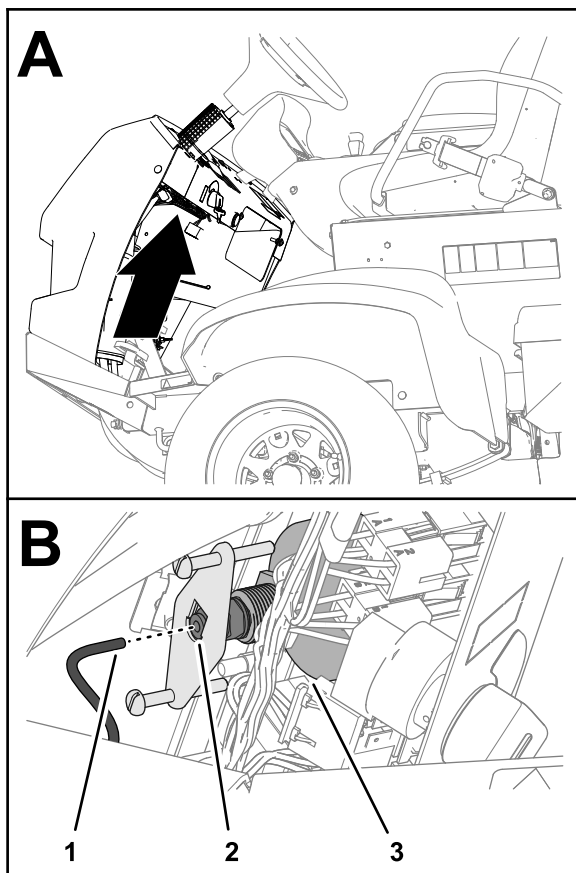

Figura 110
5. Retire el tubo de la parte trasera del manómetro y coloque el extremo del tubo en un recipiente (Figura 110).